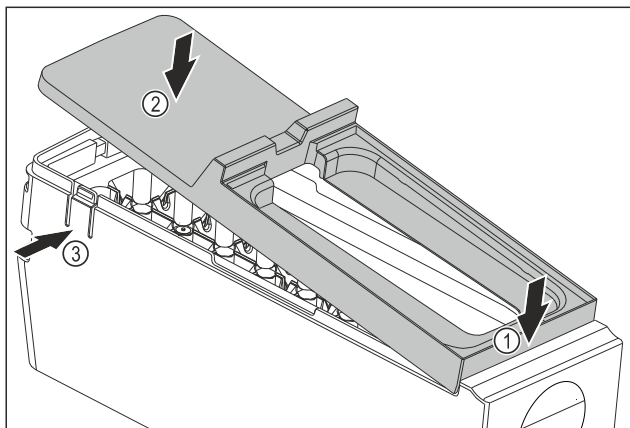

Fig. 186
- ▶ Montaż osłony korpusu EasyTwist-Ice: Osłonę założyć od przodu. Fig. 186 (1)
- ▶ Opuścić osłonę z tyłu. Fig. 186 (2)
- ▷ Osłona zatrzaskuje się słyszalnie w obu nakładkach Fig. 186 (3).